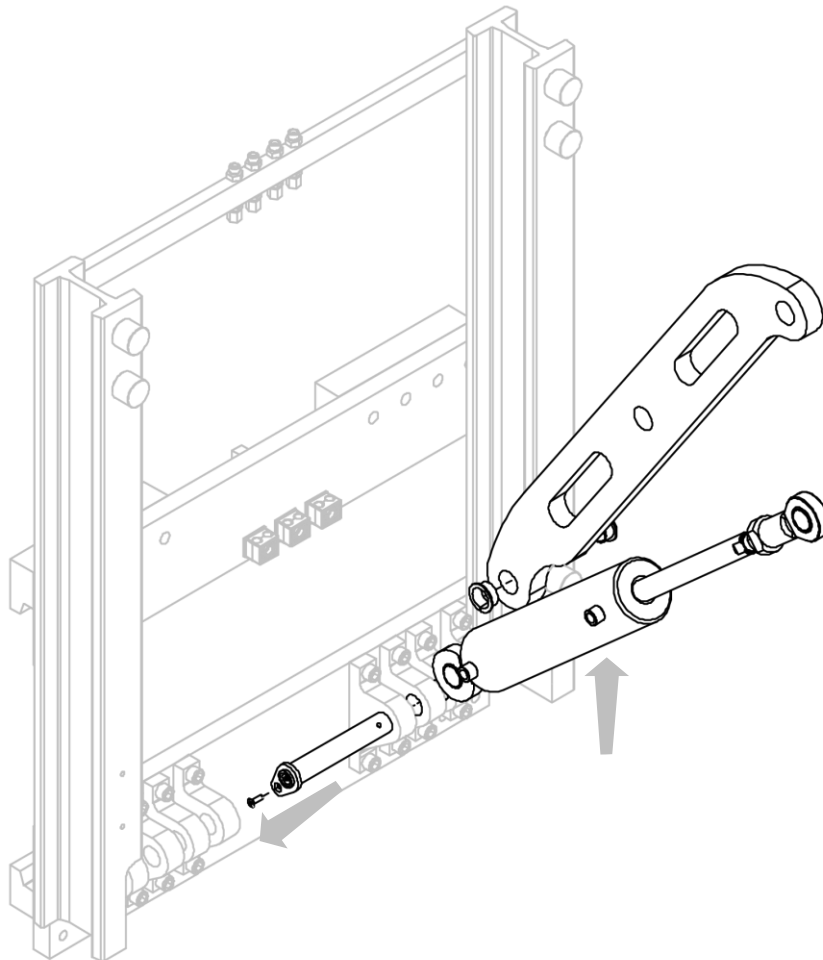

Figura 16
3. Retirar los cilindros y brazos restantes después de quitar los pasadores que los aseguran a los soportes atornillados (mira *Figura 16*).